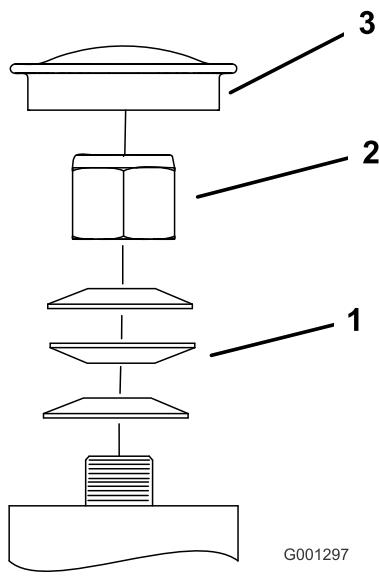

Figura 59
- Retire el tapón guardapolvo de la rueda giratoria y apriete la contratuerca (Figura 59).
- Apriete la contratuerca hasta que las arandelas de muelle estén planas, luego afloje la contratuerca 1/4 de vuelta para establecer la pre-carga correcta de los cojinetes (Figura 59).
Importante: Asegúrese de que las arandelas de muelle están correctamente instaladas, según muestra Figura 59.
- Coloque el tapón anti-polvo (Figura 59).